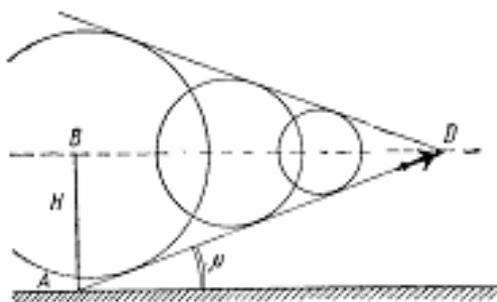

Рис. 1
2. Звук работы двигателя зарегистрирован через $2,15 \text{ сек}$ после пролета самолета над пунктом регистрации. Определить скорость полета, если высота $H = 1 \text{ км}$ (рис.1).